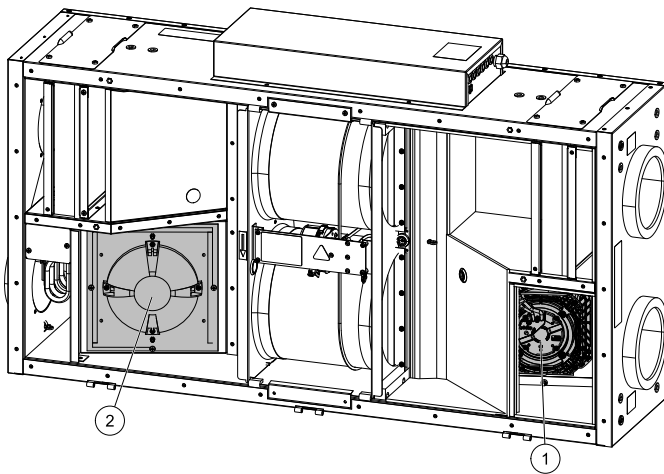

Bild 6 Abluft- (1) und Zuluftventilatoren (2)
In dieser Ansicht, Abbildung 6, wird der Abluftventilator (1) durch Lösen der beiden Schrauben per Hand entfernt, und der Zuluftventilator (2) durch Lösen der vier Schrauben mit einem Schraubendreher. Wenn die andere Seitenabdeckung geöffnet wird, wird der Zuluftventilator entfernt, indem die zwei Schrauben per Hand gelöst werden, und der Abluftventilator wird entfernt, indem die vier Schrauben mit einem Schraubendreher gelöst werden.